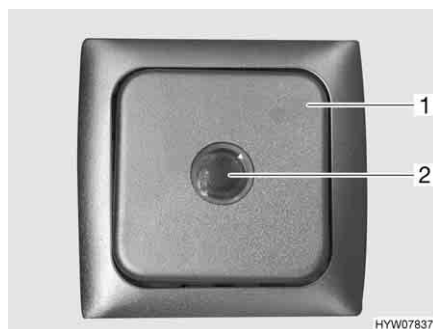

Fig. 166 Interruttore per riscaldamento elettrico del pavimento
- Premere l'interruttore a bilico (Fig. 166,1). La spia di controllo nell'interruttore (Fig. 166,2) si accende.
- Premere l'interruttore a bilico (Fig. 166,1). La spia di controllo (Fig. 166,2) nell'interruttore si spegne.